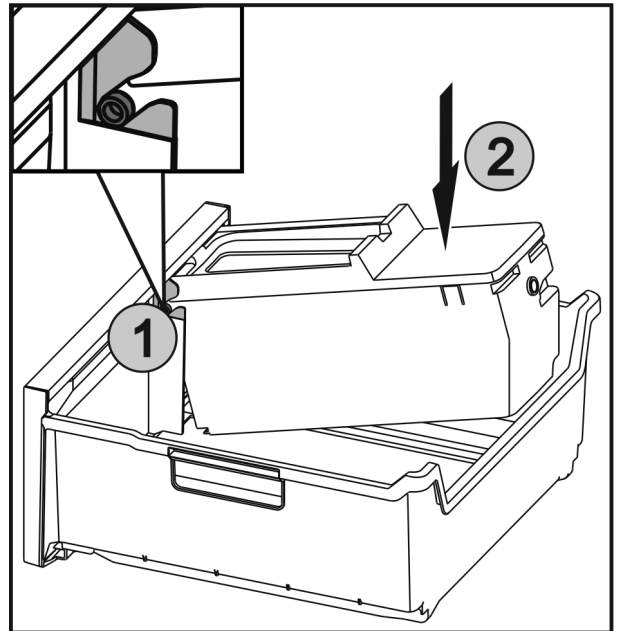

Fig. 70
- ▶ De assen Fig. 70 (1) van EasyTwist-Ice in de geleidingen schuiven en de achterste zijde Fig. 70 (2) erin drukken tot de lip vergrendelt.